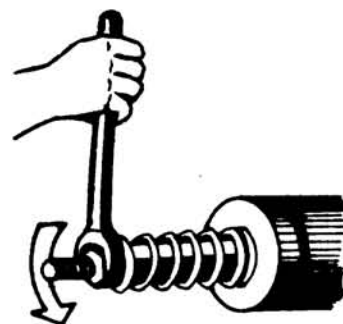

Fig. 3
- 1o Paso - *Gire la tuerca o el tornillo hasta aflojar la tensión del resorte (fig. 3).*